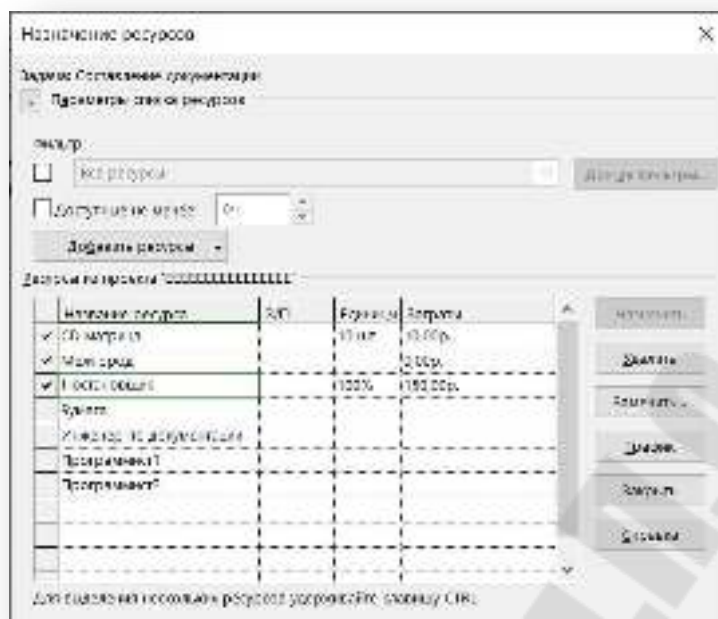

Рис. 2.55. Назначение ресурсов
4. Заменяем *Постановщик* на *Инженер по документации*: Вид/Диаграмма Ганта – выделить задачу *Составление программной документации* – - - выделить *Постановщик* – кнопка *Заменить* – выбрать *Инженер по документации* – *Ок*. (рисунок 2.55) Вид/Лист ресурсов. Результат – перегрузка преодолена.